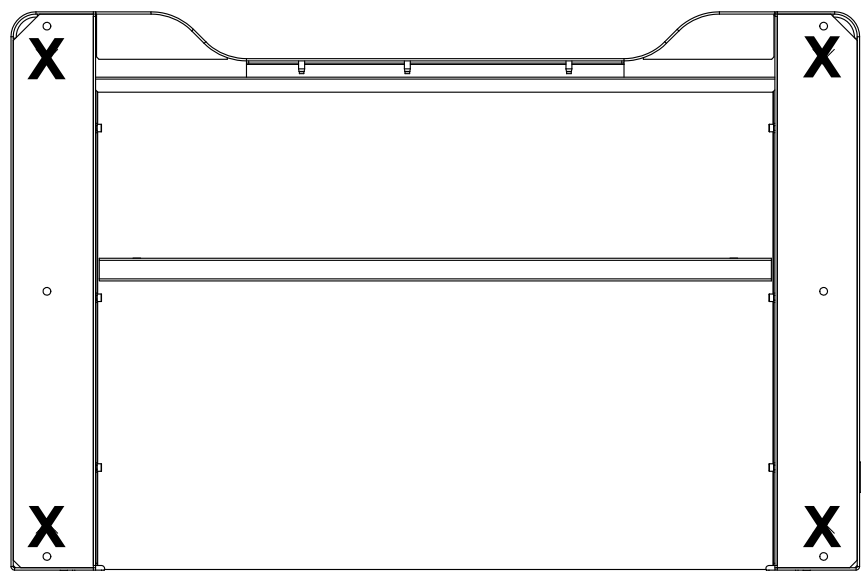

Figure 25. Dessous du bâti montrant l'emplacement des pieds du bâti
7. Localisez les pieds du bâti qui ont été retirés afin de boulonner le cadre à la palette d'expédition. Retirez les supports tubulaires à l'arrière de la base du bâti et installez les pieds du bâti aux emplacements indiqués dans Figure 25 à la page 85.